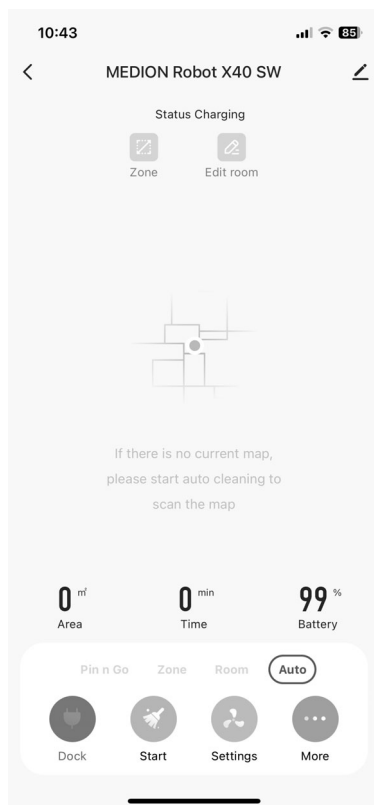

Fig. 11
Le robot d'aspiration et de balayage doit se trouver en mode de fonctionnement „**AUTO**“ (voir fig. 11) pour le trajet de reconnaissance.
- ▶ Cliquez sur le point de sélection „**START**“ dans la partie inférieure de l'écran. (voir fig. 11) pour démarrer le parcours d'exploration.